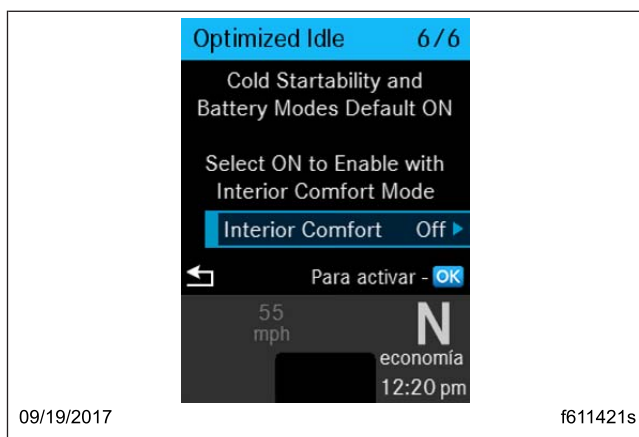
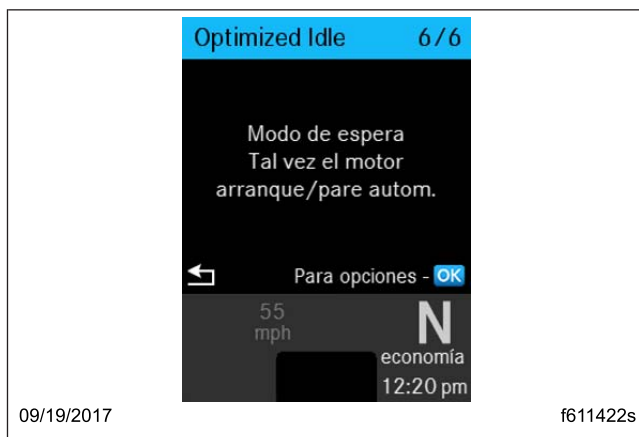
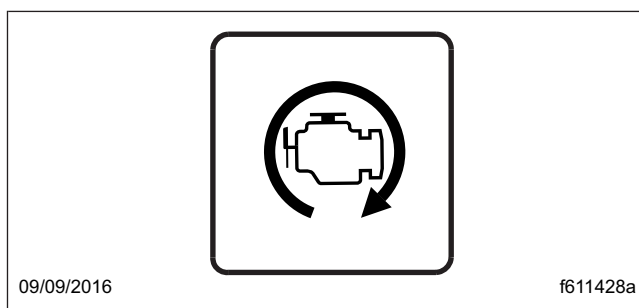

Figura 11.2, Pantalla de selección de Optimized Idle
Figura 11.3, Pantalla de estado de Optimized Idle
Figura 11.4, Indicador de Optimized Idle
7. Seleccione OK para habilitar el sistema Optimized Idle. Vea la Figura 11.2. Se muestra el estado actual del sistema Optimized Idle. Vea la Figura 11.3. Si el sistema Optimized Idle está activo, se ilumina el indicador de Optimized Idle en la parte inferior de la pantalla del conductor. Vea la Figura 11.4. Si no se activa Optimized Idle, vea la información en la pantalla del conductor.